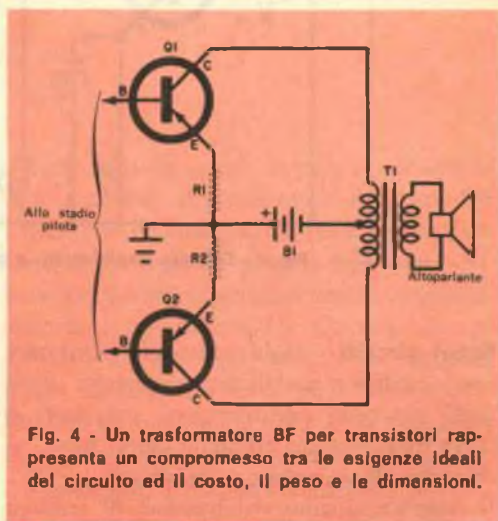

Fig. 4 - Un trasformatore BF per transistori rappresenta un compromesso tra le esigenze ideali del circuito ed il costo, il peso e le dimensioni.
Prendiamo come esempio lo stadio d'uscita della *fig. 4*; sebbene si tratti di un amplificatore in push-pull, questo circuito può essere considerato a stadio singolo se la metà in basso del circuito (Q2) viene bloccata. In questo progetto il trasformatore T1 deve: 1) as-
**Fig. 4 - La disposizione delle parti del trasmettitore non è critica; i terminali dei componenti però non devono essere troppo lunghi onde prevenire il verificarsi di cortocircuiti fra le sezioni a tensione c.c. e le sezioni a tensione c.a.**
indicato nella *fig. 4* e nella *fig. 5*. Tagliate due tavolette perforate, una per il ricevitore e l'altra per il trasmettitore ed avvitate quattro distanziatori di metallo o di plastica, lunghi 1,5 cm, ai quattro